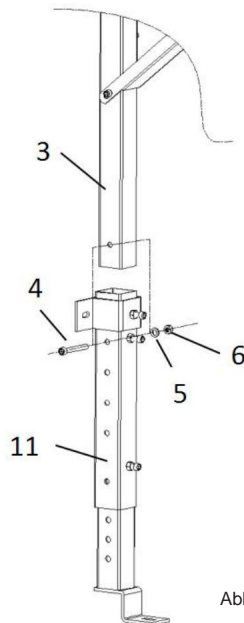

Abbildung 5
- A. Die verlängerte vertikale Stange (3) in die verlängerte Halterung (11) schieben und festmachen mit Schraube(4), Unterlegscheibe(5) und Kontermutter(6) an geeigneter Stelle, die Position von Die verlängerte Halterung (11) kann eingestellt werden. Siehe Abbildung 5.